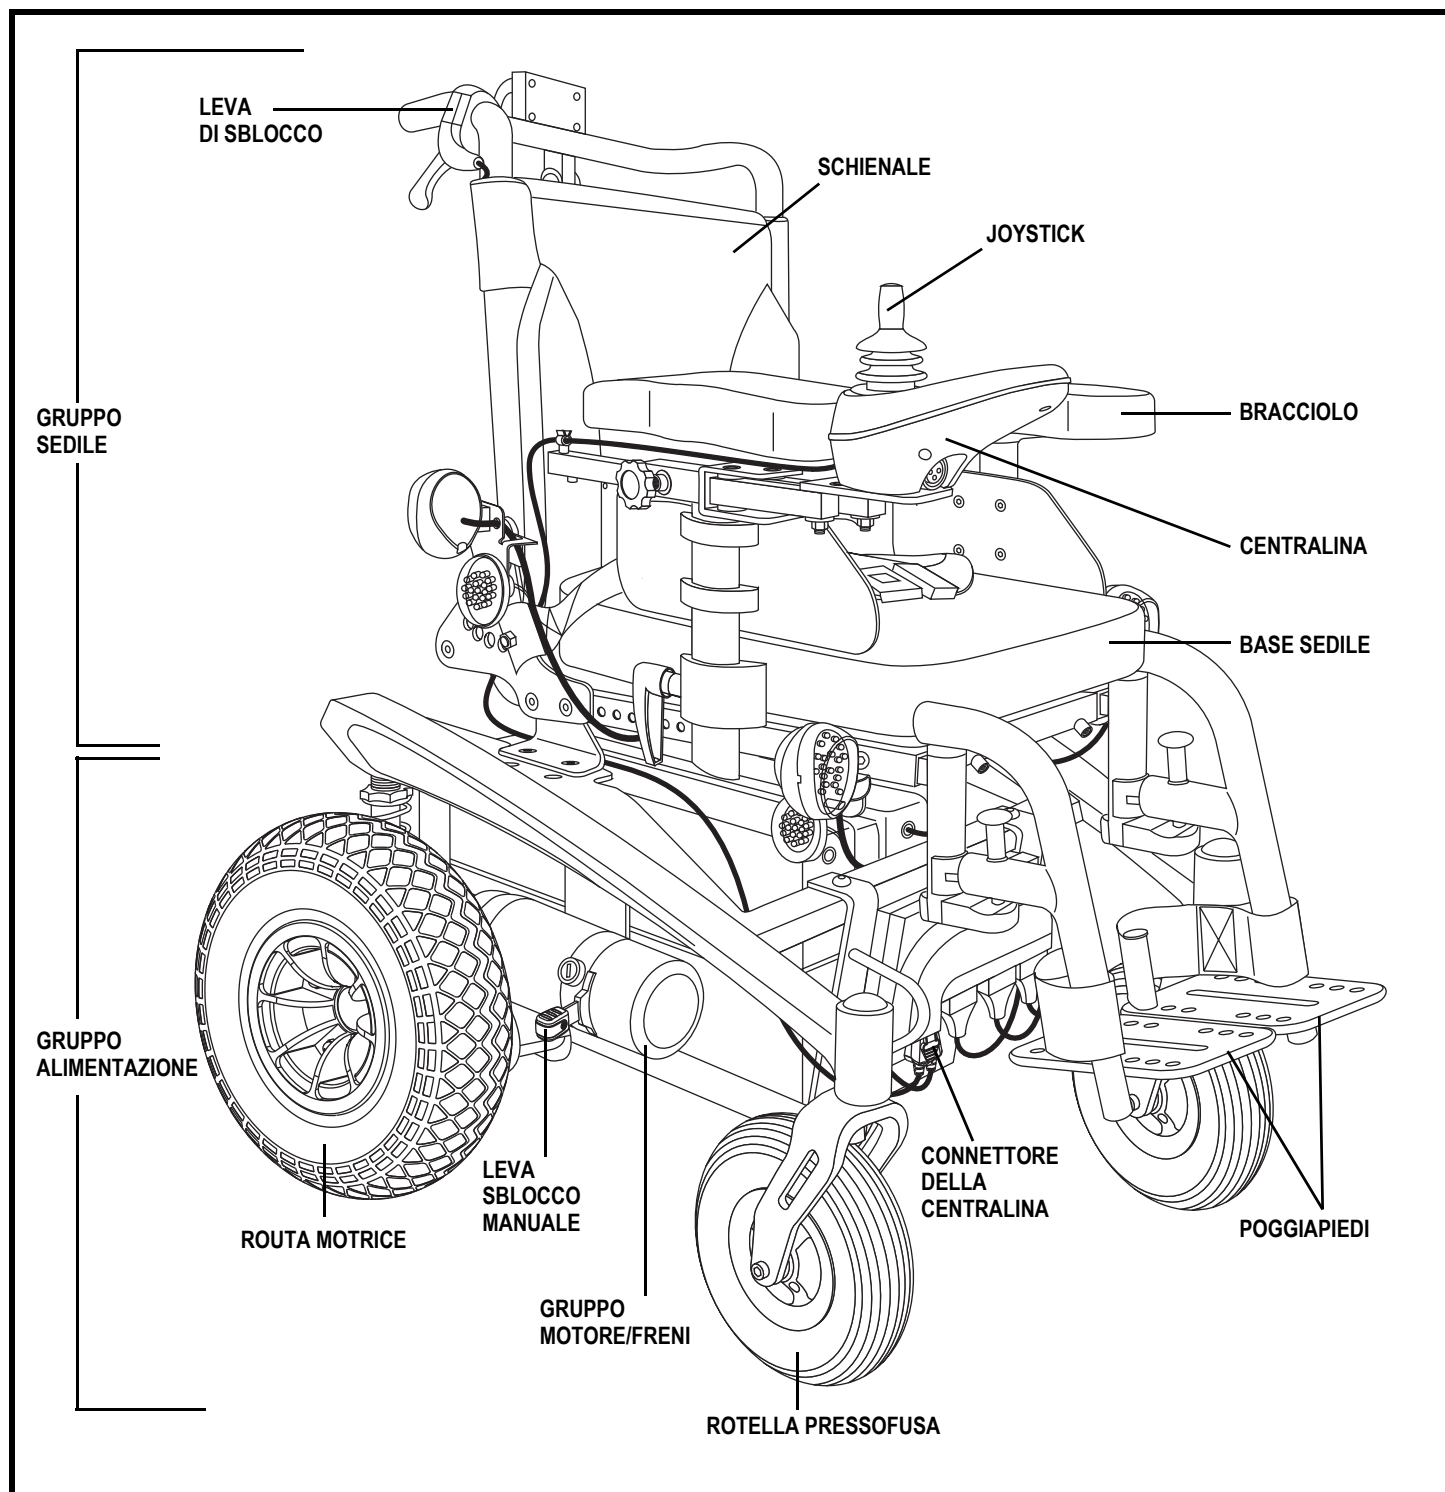

Figura 1. Sparky
La Carrozzina elettronica ha due gruppi principali: il gruppo sedile e il gruppo base di alimentazione. Vedere figura 1 e 2. Normalmente il gruppo sedile comprende i braccioli, lo schienale e la base del sedile. La base elettronica comprende due gruppi motore/freni, due ruote motrici, due ruote pressofuse, due ruote anti-rimbaltamento, due batterie e i pannelli di cablaggio.
**Connettore della centralina:** È il punto in cui la centralina si collega alla base elettronica. Il connettore della centralina si trova nella parte posteriore della base di alimentazione. **Vedere figura 1.**